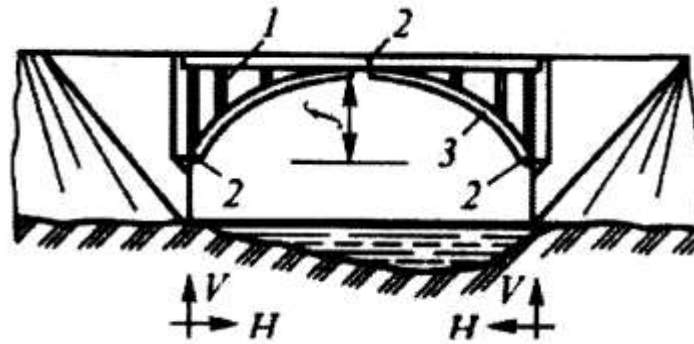

Рис. 52. Схема арочного пролетного строения
**Текст задания:** Укажите элементы арочного пролетного строения, указанного на рис. 52. Расскажите о конструкции, преимуществах и недостатках арочных мостов.